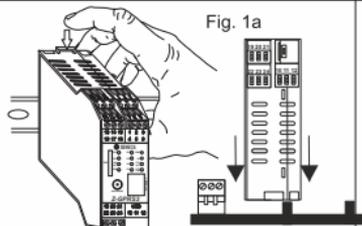

Fig. 1a
- 2) Insérer le connecteur arrière IDC10 du module sur une fente libre de l'accessoire pour rail DIN comme illustré sur la fig. 1a. (l'introduction est univoque parce que les connecteurs sont polarisés).